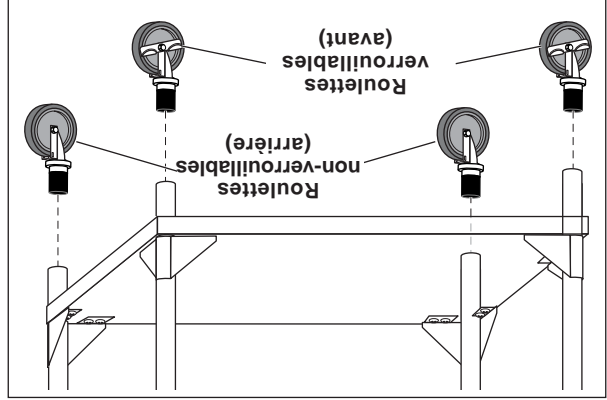

Figure 2
4. Installer les deux roulettes verrouillables avant dans la petite extrémité de l'assemblage de la patte (Fig. 2).